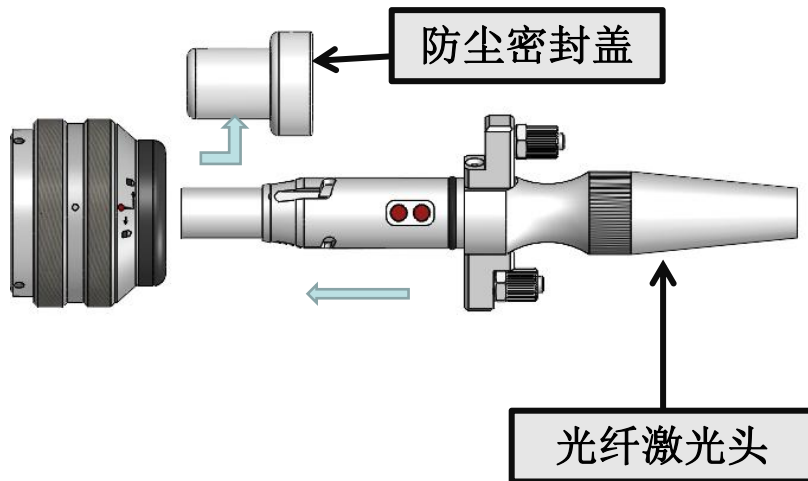

图1.7
② 将配件中白色小盒子内的防尘套套进光纤头上，如下图1.7所示：